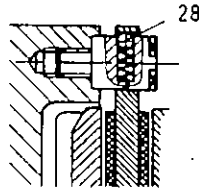

Abb. 6
Bei kritischen Drehzahlen oder vorhandenen Fremdschwingungen treten häufig bei gelüfteter Kupplung unangenehme Klappergeräusche an der Lamelle auf. Zur Vermeidung oder Dämpfung dieser Geräusche werden bei der Zwölfpunktbefestigung zwei um 120° versetzte Dämpfungsbolzen eingebaut. Durch federbelastete Kugeln (28) ist die Aufhängung der Lamelle im Leerlauf spielfrei (Abb. 6).